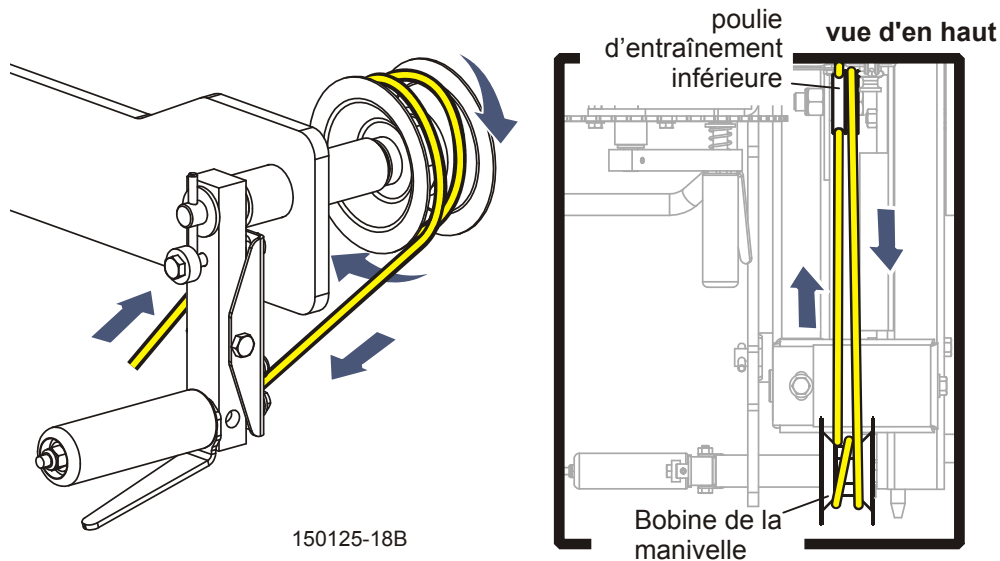

FIG. 3-12
**Voir Figure 3-12.** Enroulez deux fois la corde d'avance autour de la bobine de la maniv-